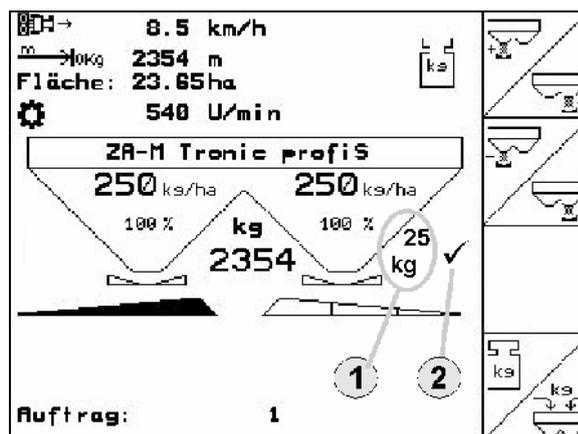

Fig. 21
- Le volume d'engrais épandu est affiché sur le Menu travail (Fig. 21/1).
- Le système indique dans le menu de travail lorsque 200 kg d'engrais ont été épandus (Fig. 21/2).